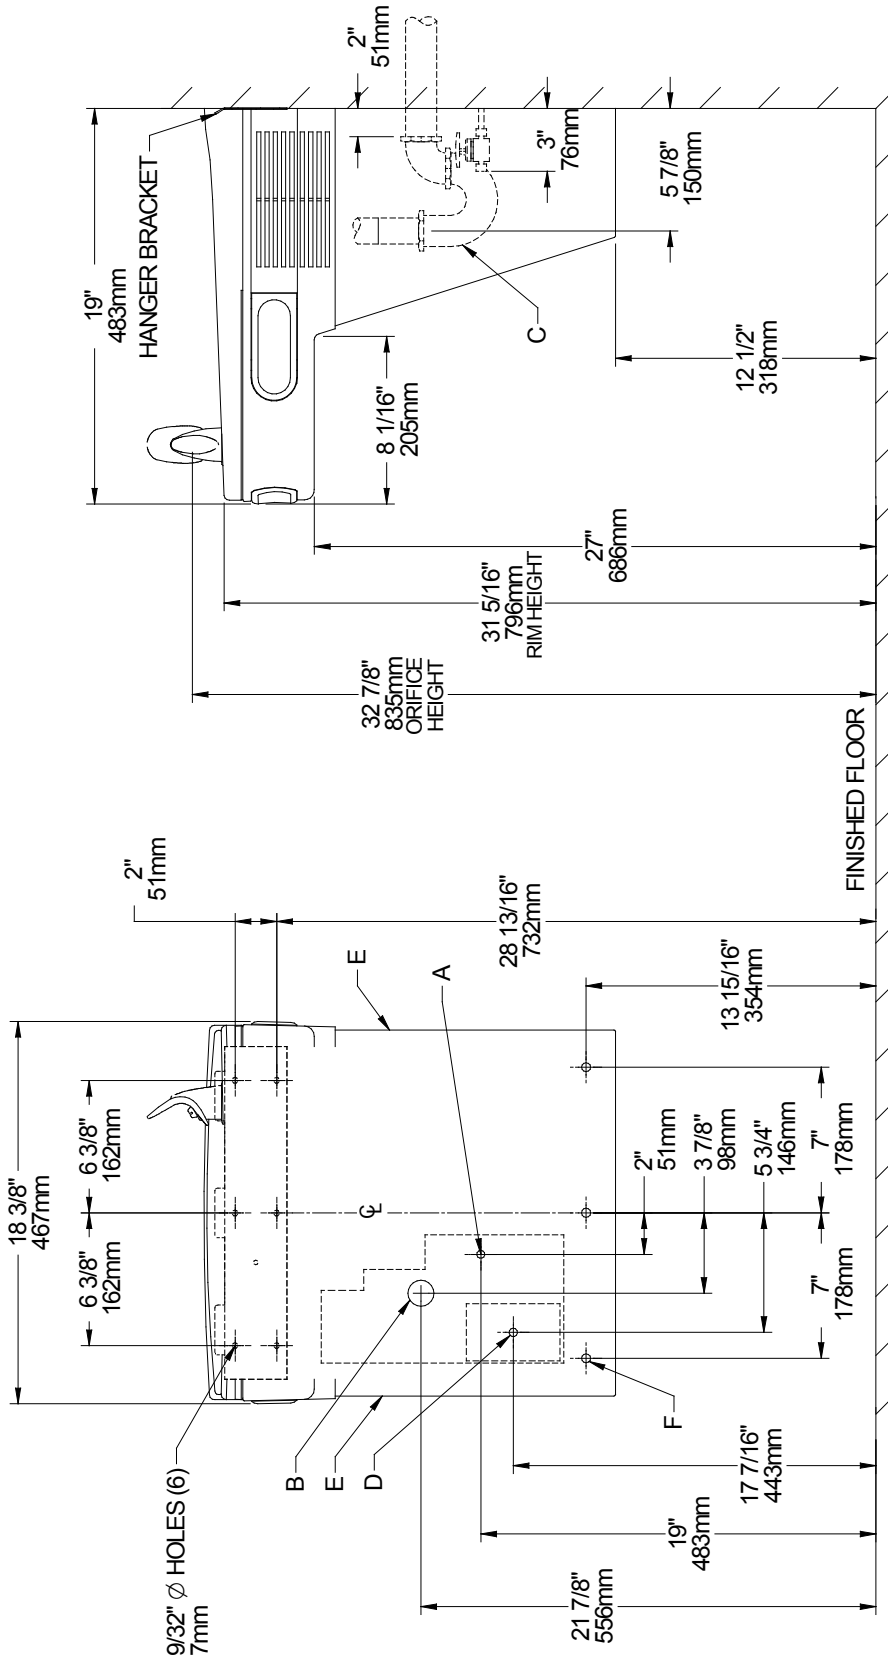

Fig. 2
- 1) Remove hanger bracket fastened to back of cooler by removing one (1) screw.
- 2) Mount the hanger bracket as shown in Figure 2.
- 3) Hang the cooler on the hanger bracket. Be certain the hanger bracket is engaged properly in the slots on the cooler back as shown in Figure 2.
- 4) Remove the four (4) screws holding the lower front panel at the bottom of cooler. Remove the front panel by pulling straight down and set aside.
- 1) Retire el soporte fijador que se encuentra conectado a la parte posterior del enfriador sacando un (1) tornillo.
- 2) Monte el soporte fijador de la manera descrita en Fig. 2.
- 1) Retirez le support de suspension fixé au dos du refroidisseur en retirant une (1) vis.
- 2) Montez le support de suspension comme indiqué dans la figure 2.
- 3) Pendez le refroidisseur au support de suspension. Assurez-vous que le support est correctement inséré dans les emplacements au dos du refroidisseur, comme indiqué dans la figure 2.
- 4) Retirez les four (4) vis maintenant en place le panneau frontal au bas du refroidisseur. Retirez le capot inférieur en tirant vers le bas et mettez-le de côté.